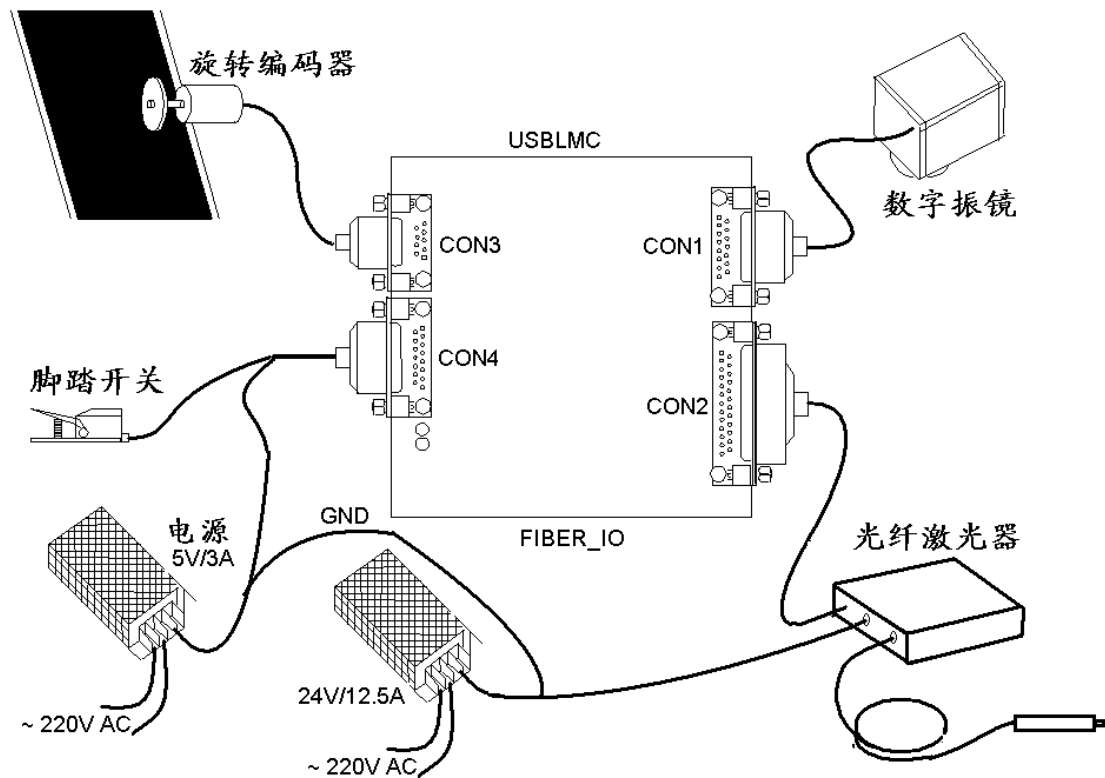

图 2-12 IPG YLP 专用控制卡的连接示意图
- 图 2-12 中，只有电源、激光器、振镜的连接是必须的。